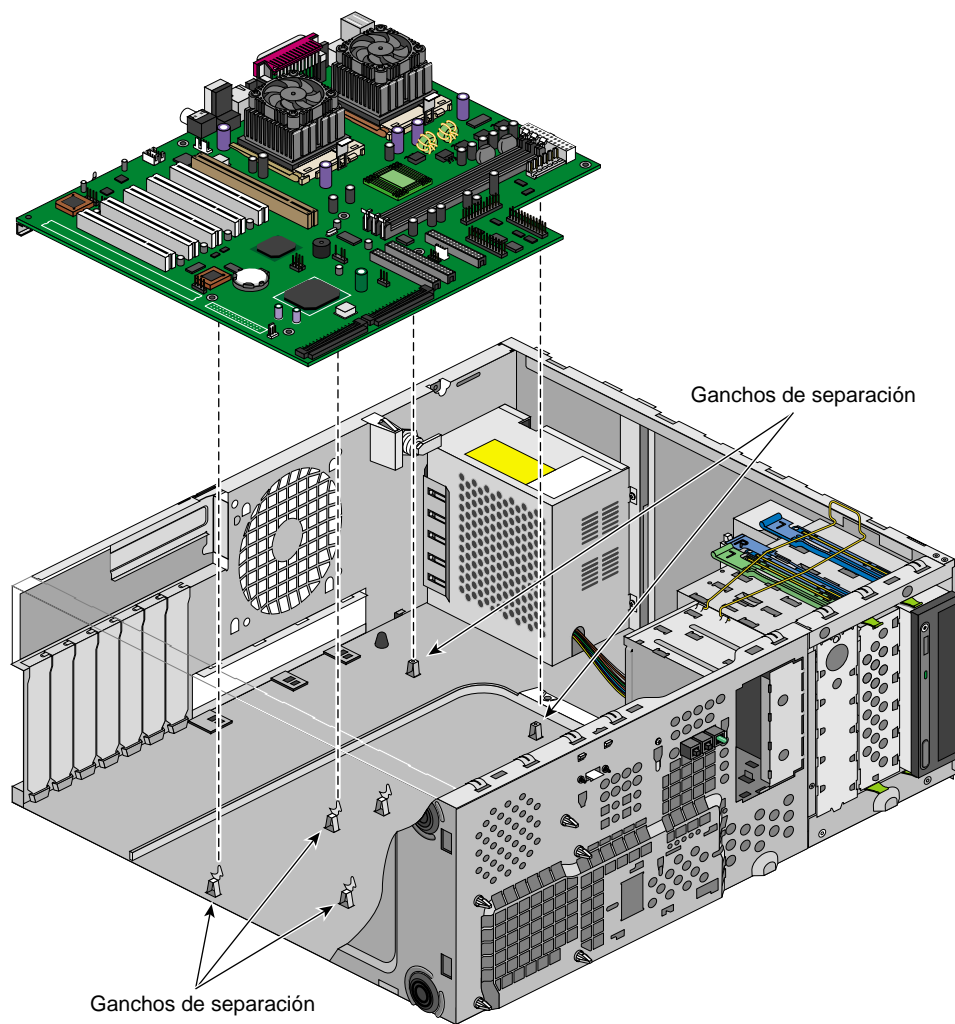

Figura 2-24 Colocación de la tarjeta del sistema sobre los ganchos de separación
4. Coloque la tarjeta del sistema de forma que los ganchos de separación puedan introducirse en los orificios correspondientes de la tarjeta. En la Figura 2-24 se muestra este procedimiento.